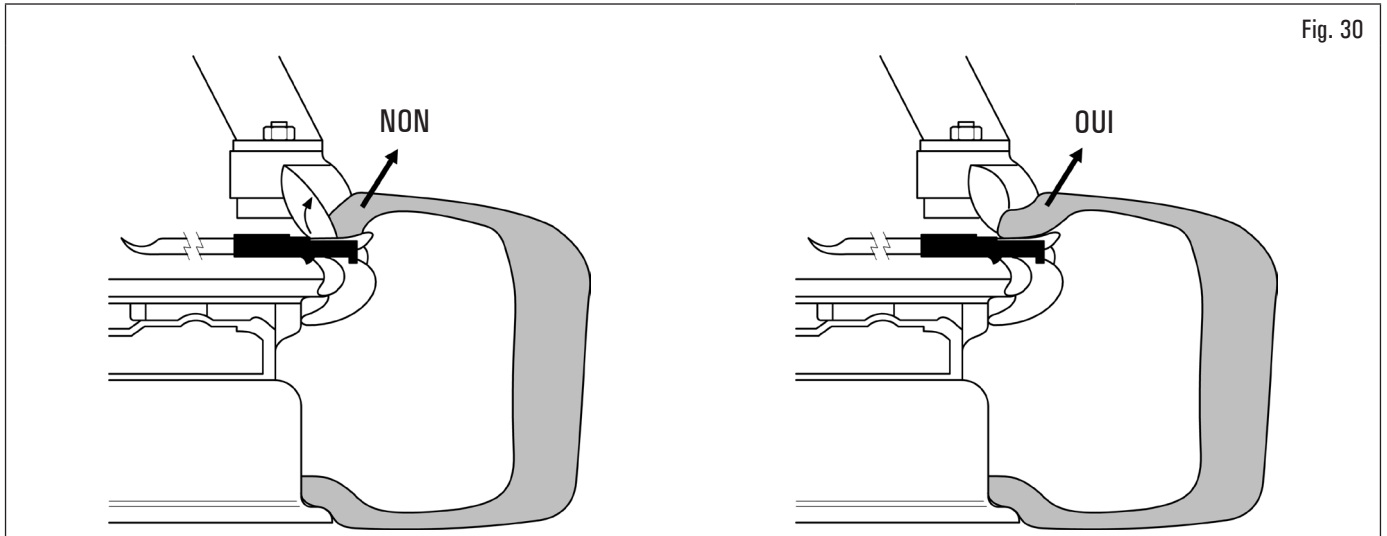

Fig. 30
10. en phase de démontage de pneus durs, il peut arriver que le talon se positionne, sur la tête d'outil, avec son bord tourné. Ce fait provoquerait le glissement du talon même hors du levier quand commence la rotation dans le sens des aiguilles d'une montre. Pour remédier à cet inconvénient, il faut tourner légèrement la roue dans le sens contraire à celui des aiguilles d'une montre jusqu'à ce que le bord se détende. A ce moment-là, commencer le démontage dans le sens des aiguilles d'une montre (voir Fig. 30).